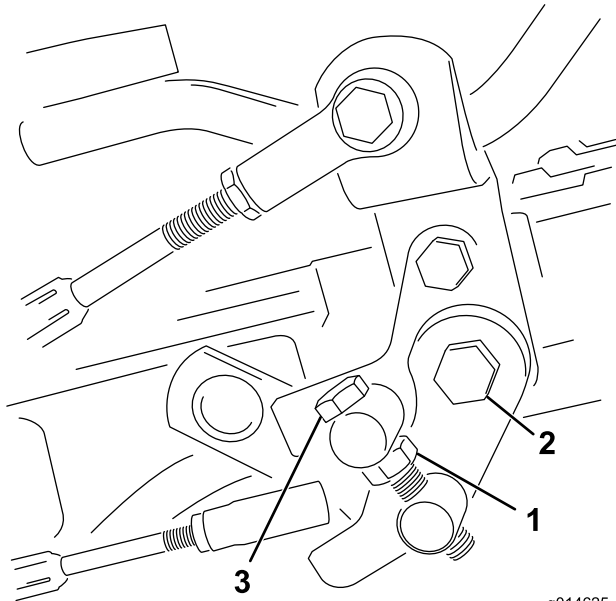

Figura 53
1. Liberte a porca de bloqueio do parafuso do eixo (Figura 53).
4. Aperte a porca de bloqueio no parafuso do eixo e a porca na articulação do pedal para bloquear o ajuste (Figura 53). Verifique o ajuste e ajuste se for necessário.